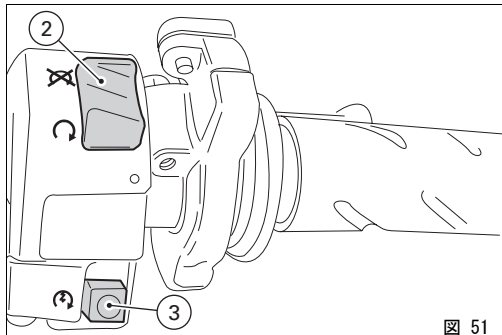

図 51
- 3) エンジンキルスイッチ (2, 図 51) が **O** (RUN) の位置になっていることを確認し、始動ボタン (3, 図 51) を押します。